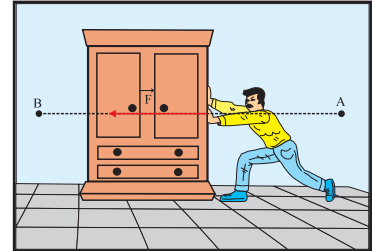

Fig.13
- Essayer, à la maison, de déplacer un lave-linge ou un meuble lourd en le faisant glisser sur le carrelage supposé horizontal (Fig.13). Qu'est-ce qui rend leur mouvement si difficile ?